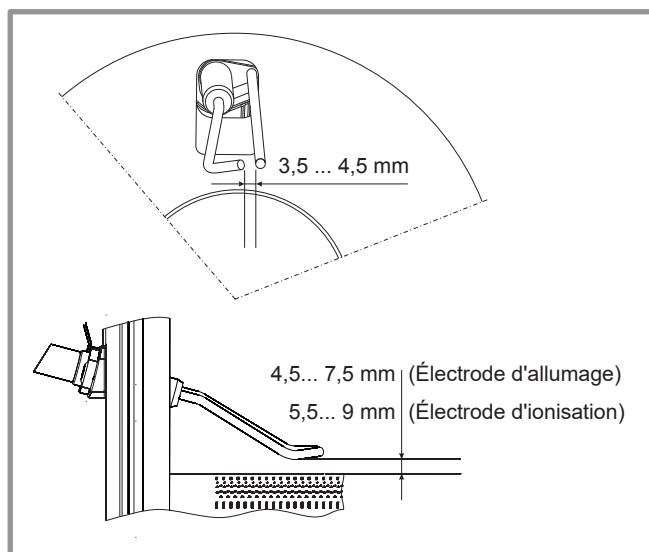

figure 68 - Réglage des électrodes
- Vérifier l'écartement et le positionnement des électrodes (figure 68).